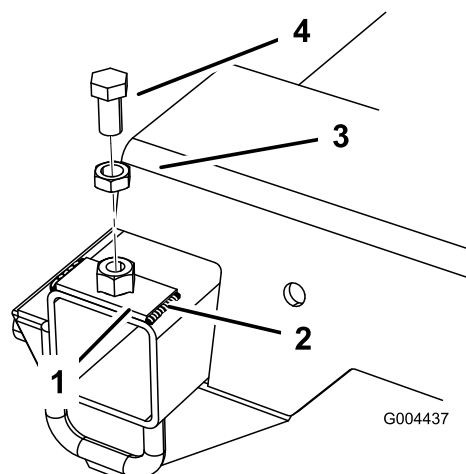

Figure 5
4. Soudez les côté gauche et droit de la nouvelle plaque au cadre avec un angle de 1/4 pouce (Figure 5). Retirez le boulon et l'écrou de blocage une fois qu'ils ont refroidi.